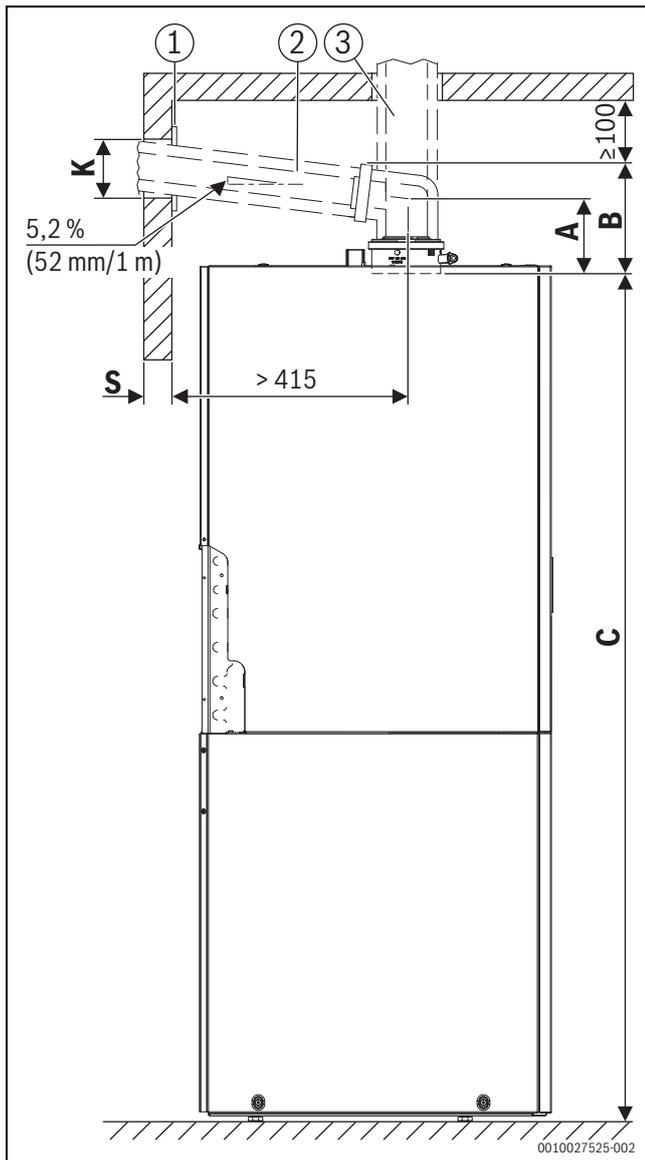

Bild 26 Ansicht von der linken Seite (Maße in mm)
- Ggf. Maß der Blende ([1] in Bild 26) addieren.